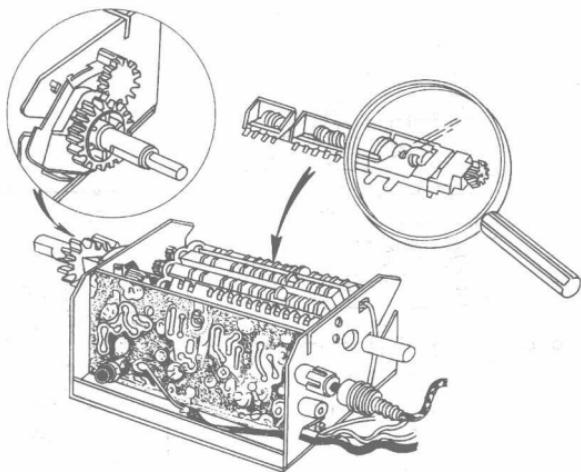

图 1—3 滚动式高频调谐器
2. VHF 调谐器电路 图 1—4 所示为全国联合设计的 KP12—3 型晶体管滚动式高频头电路。